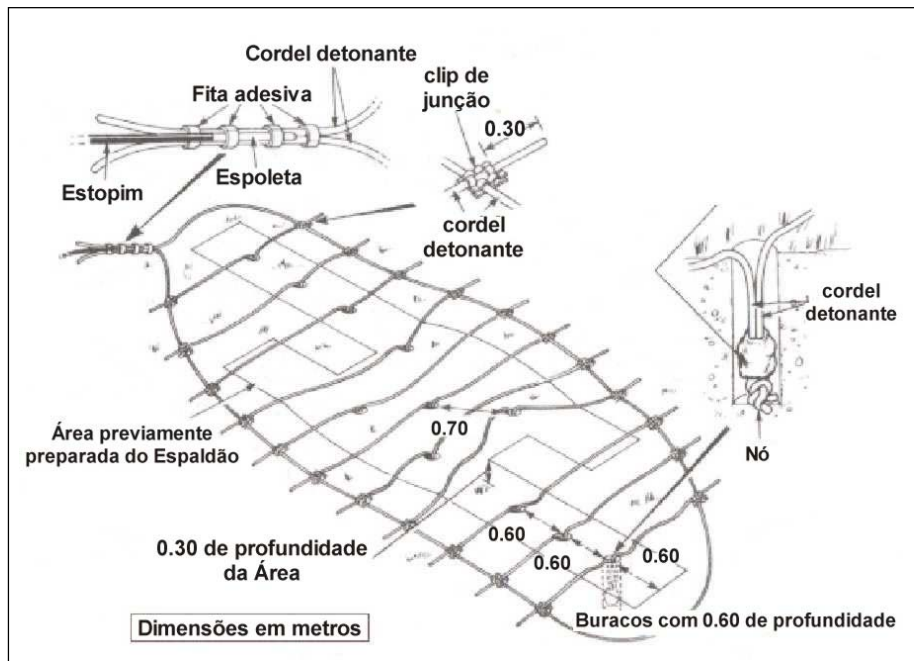

Fig 4-14. Construindo o Espaldão com Explosivos
(b) Para cada abrigo, um buraco no centro e um buraco em cada lado, seguindo a linha de comprimento do abrigo, sendo que os buracos estarão distantes 0,60 metro entre si (Fig 4-14).
(6) Anéis e Conectores - Os conectores são usados para conectar o estopim à espoleta, a espoleta ao cordel detonante e comprimentos separados do cordel detonante entre si. Os anéis servem para proteger a espoleta em combinação com dois protetores de borracha (Ex: estopim - espoleta - cordel detonante). O kit possui cinco conectores e dois anéis.
(7) Explosivo Plástico (PE4) - Consiste de um alto explosivo branco, embrulhado em um papel branco à prova d'água e embalado em pacotes de 0,25 kg. Ele pode ser iniciado através de cordel detonante ou do detonador L1A1. Dez pacotes são fornecidos no kit de destruição.
c. Preparando as cargas (Fig 4-14)
(1) Corte 0,30 metro das pontas do cordel detonante e descarte-os. Corte 22 pedaços de 2,30 metros de cordel detonante e amarre-os com um nó simples aos pares formando 11 pares. Se o solo estiver úmido ou lamacento as pontas destes pedaços devem ser protegidas contra água. Amolde de um a dois pacotes de 0,25 kg de explosivo plástico acima dos nós de junção, dependendo do tipo de solo. Quando for usar apenas um pacote sempre retire o embrulho e amolde-o ao redor do cordel. Todas os pedaços de cordel devem ser preparados no mesmo local.
(2) Coloque as onze cargas nos buracos preparados com as pontas dos cordéis detonantes voltados para fora (Fig 4-14). Cuidadosamente preencha os buracos com uma camada de terra firmemente compactada.
(3) Corte 13 metros de cordel detonante e junte suas pontas usando dois anéis de plástico e um conector, para formar um laço.
(4) Junte cada uma das pontas dos pedaços de cordel detonante já instalados ao laço anteriormente formado com um clipe de junção. Cada ponta deve possuir um excesso de, no mínimo, 0,30 metro após o clipe de junção.
(5) Teste o estopim e corte o comprimento desejado. Instale na ponta do estopim um iniciador e o acendedor.
(6) Inspeção a espoleta para certificar-se de que sua cavidade está desobstruída. Caso exista alguma obstrução, sacuda gentilmente até o corpo estranho cair, não introduza nenhum objeto dentro da espoleta. Marque 20 mm do estopim e introduza na espoleta até a marca feita. Não force nem gire o estopim dentro da espoleta.
(7) Escorva a espoleta no estopim. Tenha cuidado para não escorvar a espoleta tão forte que danifique o estopim.
(8) Alternativamente, o estopim pode ser preso à espoleta através de uma fita adesiva.
(9) Instale a espoleta ao laço de cordel detonante com um clipe de junção ou fita.
(10) O espaldão agora está pronto para explodir.